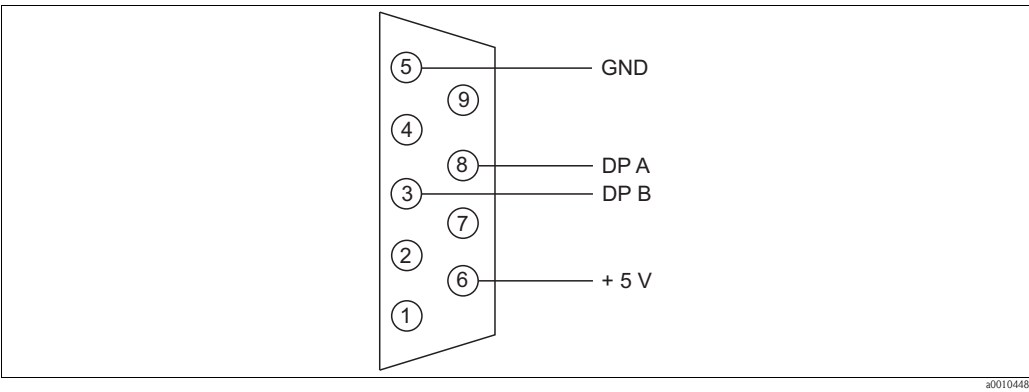

Fig. 16 : Raccordement du câble bus
2. Soudez le connecteur D-sub au câble PROFIBUS (v. fig. 16).